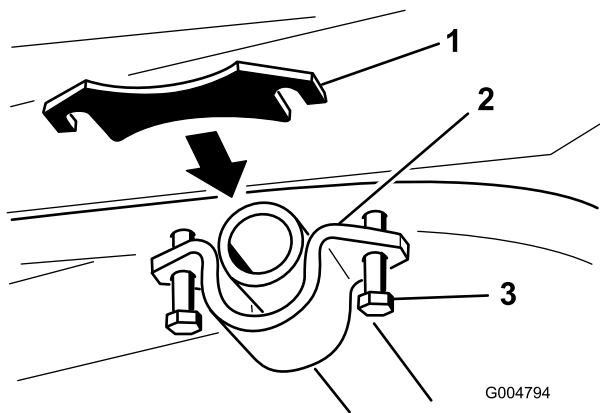

図 22
6. ピボットチューブブラケットを固定しているボルトをゆるめてフレームとピボットチューブブラケットとの間に隙間を作る（図 22）。